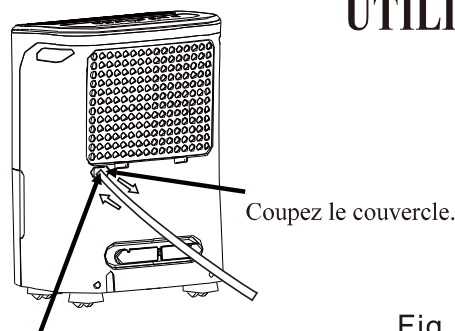

Fig.7
- Coupez le couvercle de la sortie du tuyau de drainage située à l'arrière de l'appareil. Raccordez un tuyau de drainage (diamètre intérieur = 13,5 mm) et menez-le jusqu'au siphon de sol ou un équipement de drainage approprié (fig. 7).